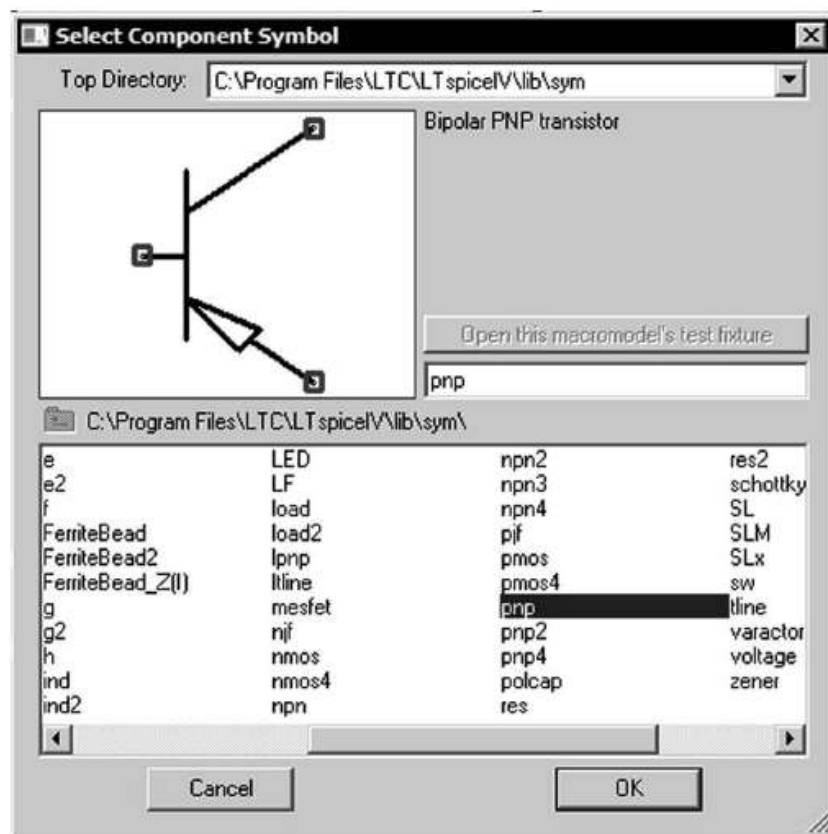

Figure 3.10
7. Nous allons maintenant ajouter un deuxième transistor bipolaire PNP. Cliquez gauche, de nouveau sur l'icône **AND** , et double-cliquez sur le mot **pnp**, figure 3.10.